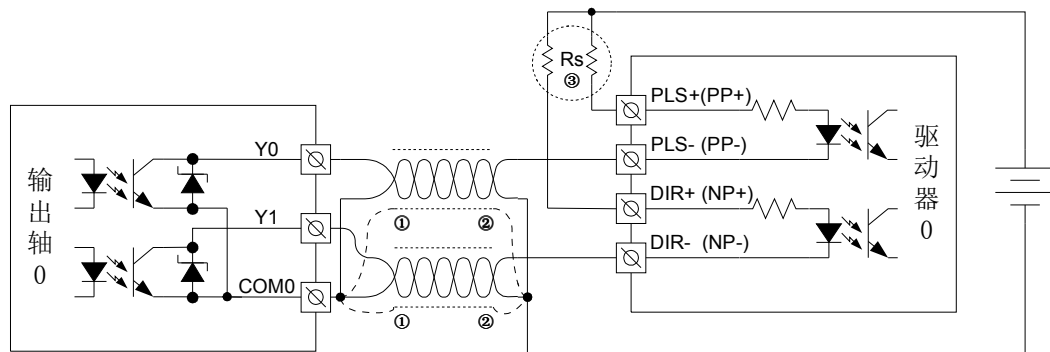

图4-12 PLC与步进或伺服的连接示例
输出轴连接伺服驱动器或步进驱动器时，建议相应输出端口的线缆采用双绞屏蔽线，并将屏蔽层接地（连接信号地），以提高抗扰性。图 4-12 以输出轴 0 为例描述了 PLC 与步进或伺服驱动器的连接方法。晶体管输出 Y0、Y1 与伺服侧的脉冲输入负端信号连接；脉冲输入正端信号通过限流电阻 R_s 连接电源正端（如外接电源 24V 的正端）；输出公共端 COM0 连接电源负端。其中，Y0 与 COM0、Y1 与 COM0 分别采用双绞屏蔽线，屏蔽层的连接如图 4-12 中①②所示，PLC 侧屏蔽层连接 COM0，步进或伺服驱动器侧屏蔽层连接电源负端，以提高抗扰性。